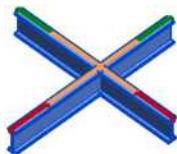

图 8-32 选择相交图元 (1)
(1) 单击“钢”选项卡“参数化切割”面板“连接端切割”按钮，在视图选择要进行切割的图元，如图 8-32 所示，可以框选也可以按住 Ctrl 键选择两个及两个以上相交图元。